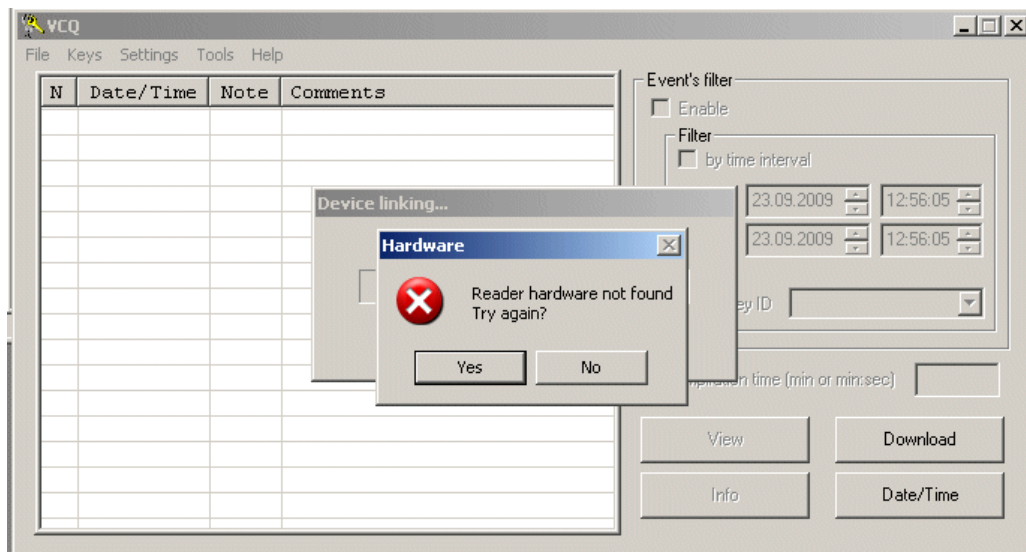

Рис. 11
- 2) Если на экране монитора появилось сообщение (Рис. 11), то это означает, что устройство неправильно подключено к компьютеру. Проверьте правильность соединения программатора **UsbPrg** с USB-портом компьютера и устройством, а так же корректность установки драйвера.